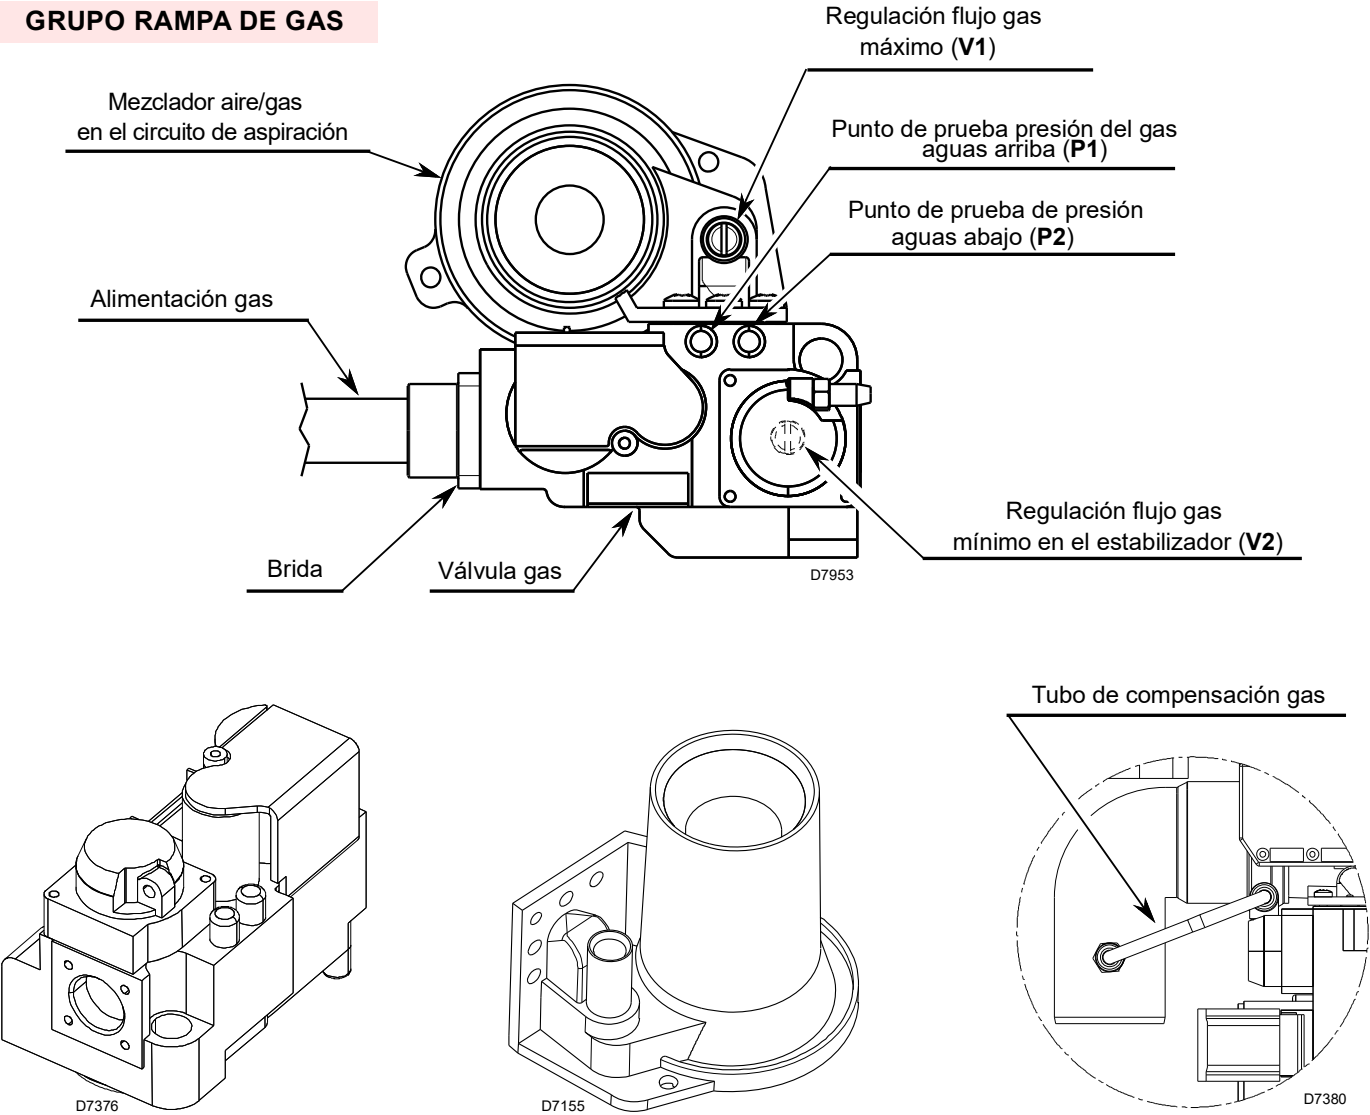

Fig. 9
- purgar el aire por la tubería del gas mediante el tornillo en la toma P1 (Fig. 9 en la pág. 12).
Girar ligeramente hacia la izquierda el tornillo V1 colocado en el mezclador de la válvula gas (Fig. 9 en la pág. 12).
La regulación del caudal de gas se obtiene utilizando los dos tornillos V1 y V2 (Fig. 9 en la pág. 12).